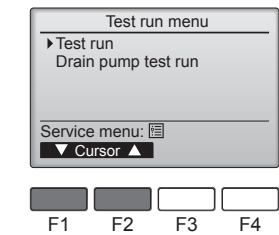

Fig. 6-4
- 4 Seleccione "Test run" (Testar funcio.) com o botão [F1] ou [F2] e, em seguida, prima o botão [OK]. (Fig. 6-4)